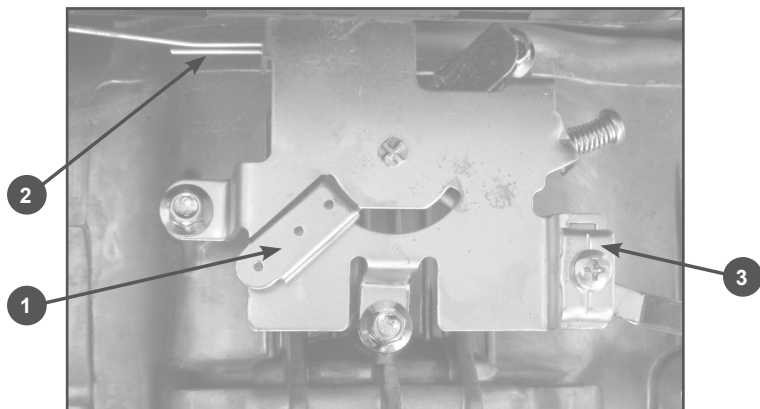

Рис. 3 Панель управления
1. Открутите болт скобы крепления троса газа и снимите скобу 3 крепления троса газа (Рис. 3).
Положение «1» - при переводе рычага газа в это положение рычаг 1 управления оборотами двигателя на панели управления двигателя нажимает на тягу 2 управления воздушной заслонкой до упора (Рис. 3). При этом воздушная заслонка карбюратора полностью закрывается.
Положение «2» - при переводе рычага газа в это положение рычаг 1 управления оборотами двигателя на панели управления двигателя не должен нажимать на тягу 2 управления воздушной заслонкой (Рис. 3). При этом двигатель работает на оборотах, соответствующих максимальной производительности.